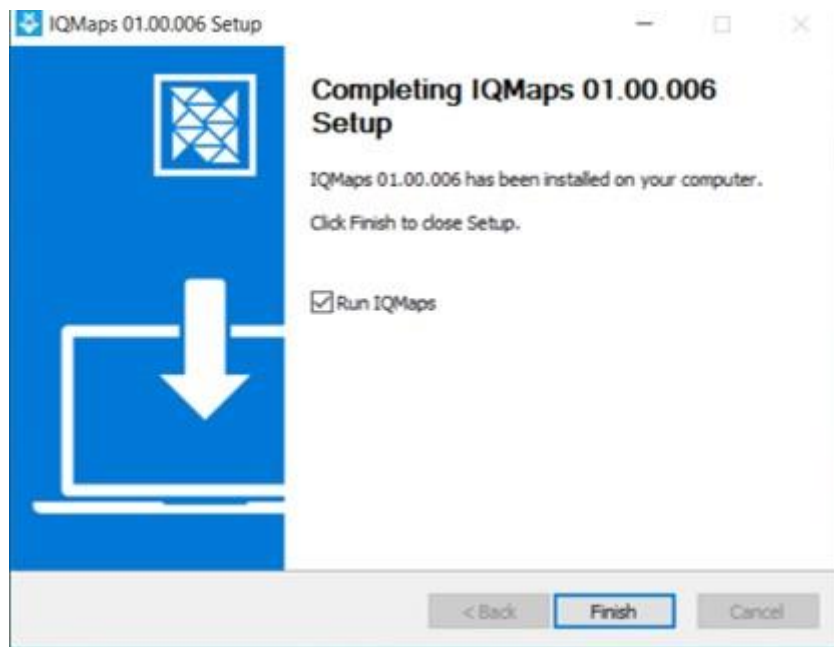

图 6 确认窗口
4.完成过程后，单击**"完成"**按钮。要在安装向导末尾自动运行 IQMaps，请选择**"运行 IQMaps"**复选框（图 6